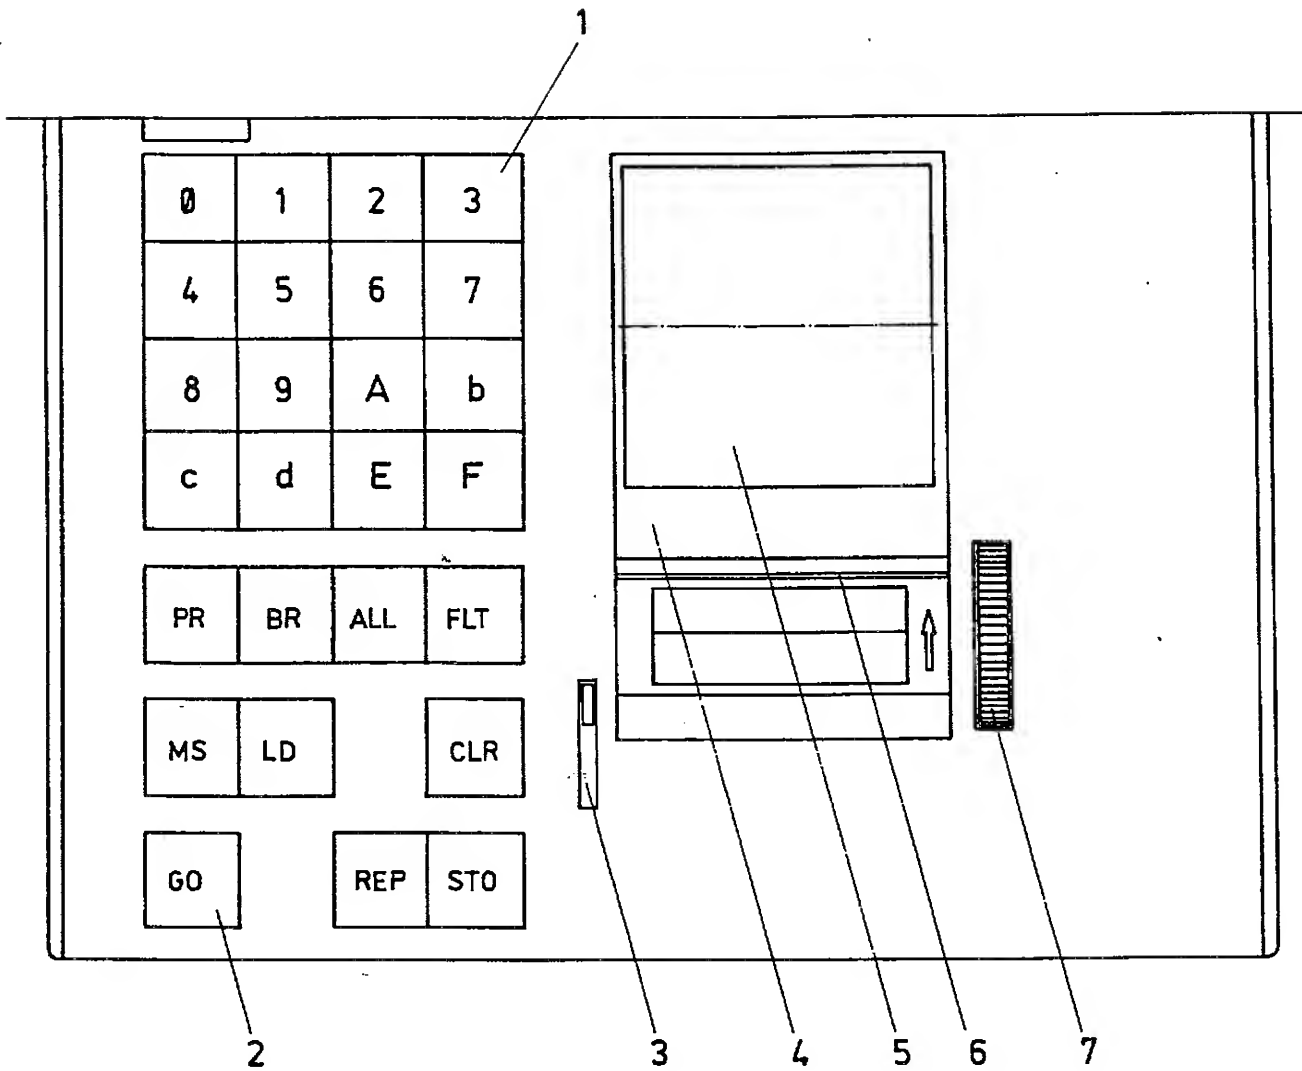

Bild 28 Funktionstastatur
- Die Funktionstastatur ist herausgezogen (Bild 28).
- Einlegen des Thermoreaktionspapiers in den Thermostreifendrucker (Bild 28)
Die Rolle des Thermoreaktionspapiers wird mit dem Anfang nach unten zum Bedienenden hin in die Papierwanne des TSD 16 eingelegt (Bild 28). Der Papiereinlegehebel (3) wird nach vorn zum Bedienenden gezogen und der Papierrollenanfang mit einer sauberen Schnittkante versehen. Der Rollenanfang wird auf das Einlaufblech (4) gelegt und langsam in die Druckermechanik geschoben. Unter der durchsichtigen Abrißschiene (6) wird das Papier sichtbar. Der Papiereinlegehebel ist zur Frontplatte des Bedieneinschubes umzulegen, und mit dem Handrad (7) ist das Thermoreaktionspapier unterhalb der Abrißschiene hervorzuschieben.